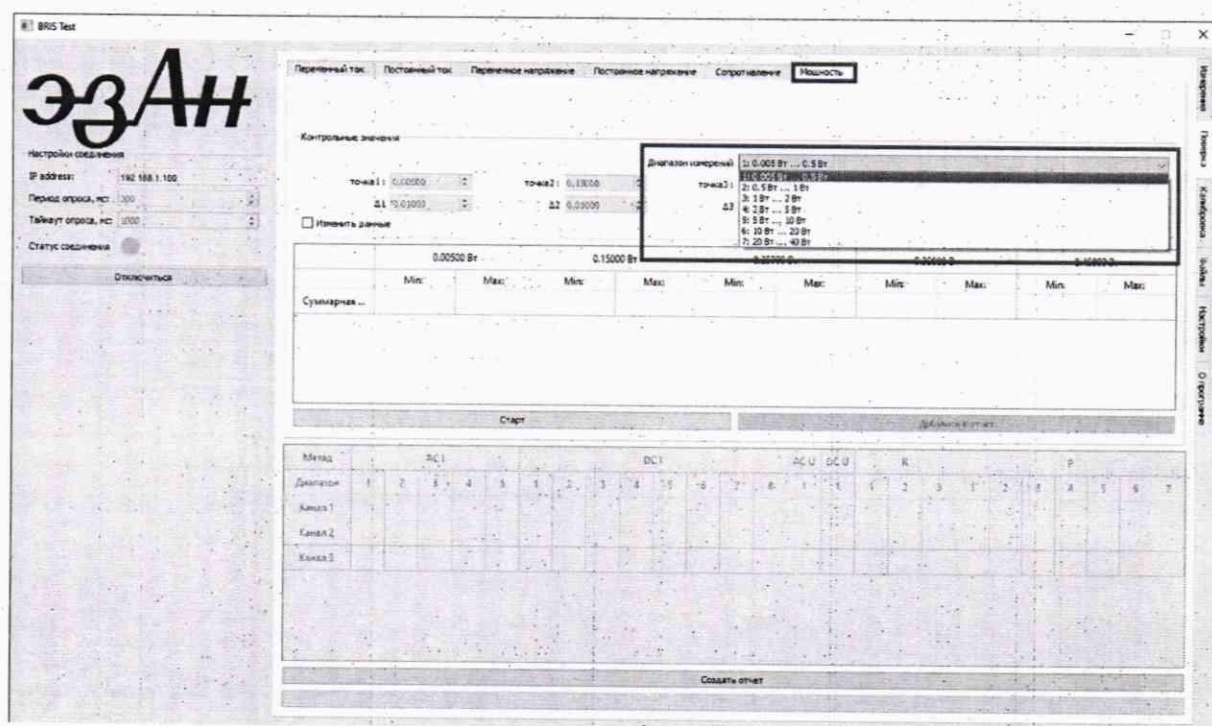

Рисунок 12
5. Выбрать первый диапазон измерений, рисунок 12 и нажать кнопку «Старт».
6. Следуя инструкциям, указанным в окне поверки, выполнить поверку блока в первом диапазоне измерений. Значения мощности, согласно таблицам 19 – 22, подавать от калибратора А3 (в соответствии с руководством по эксплуатации калибратора). Допускаемые показания прибора рассчитаны по формуле (1).